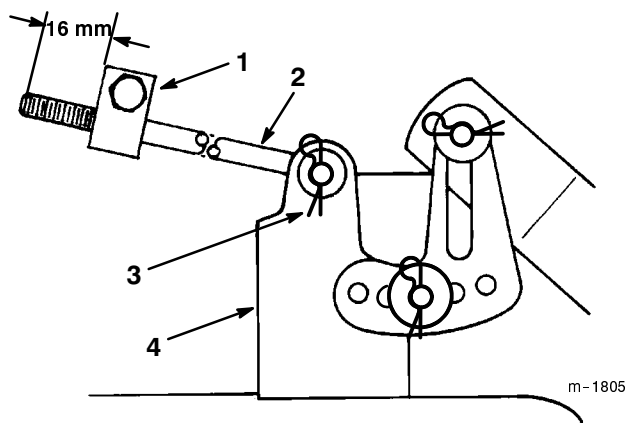

Figure 47
6. Mesurez la longueur de tige qui dépasse de l'avant du bloc de réglage sur les côtés du châssis (Fig. 47). Si cette longueur n'est pas égale à 16 mm, enlevez la goupille fendue et la rondelle de l'extrémité de la tige (Fig. 47), puis vissez ou dévissez la tige jusqu'à obtention de la longueur requise. Introduisez alors l'extrémité de la tige dans le support du plateau et fixez-la à l'aide de la rondelle et de la goupille fendue. Répétez la procédure de l'autre côté de la tondeuse.